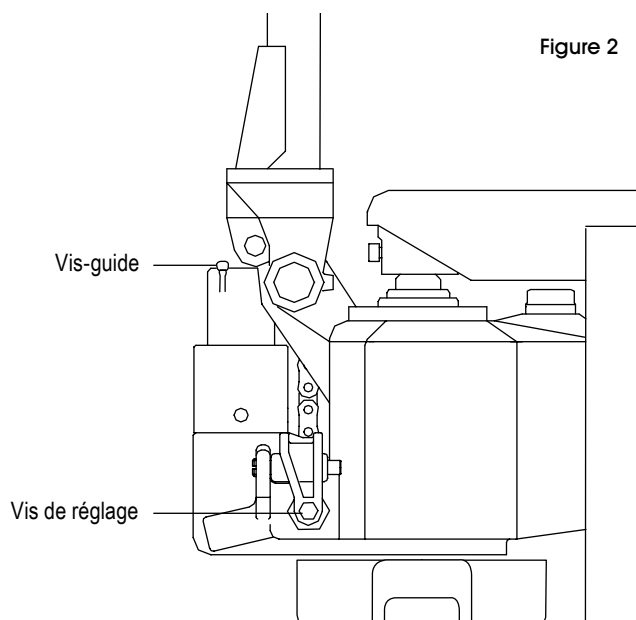

Figure 2
REMARQUE : En visualisant le transpalette du côté de la poignée, la vis de réglage se situe du côté droit de la pompe, au-dessus de la roue droite. Le transpalette s'abaissera plus ou moins rapidement selon la profondeur du réglage de la vis de réglage. (Voir Figure 2)
1. Retirez la vis-guide et pompez lentement la poignée jusqu'à ce que l'huile déborde. Arrêtez de pomper la poignée et serrez la vis-guide. (Voir Figure 2)